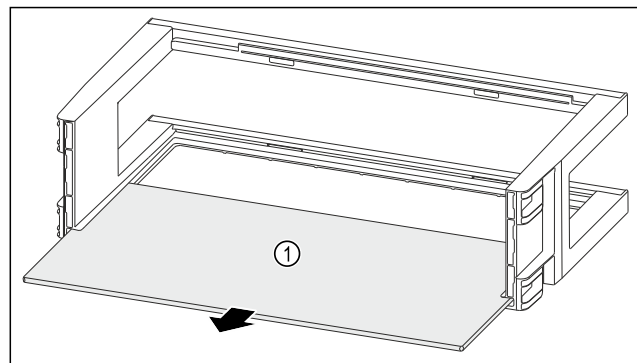

Fig. 110
- ▶ Abstellfläche Fig. 110 (1) entnehmen.